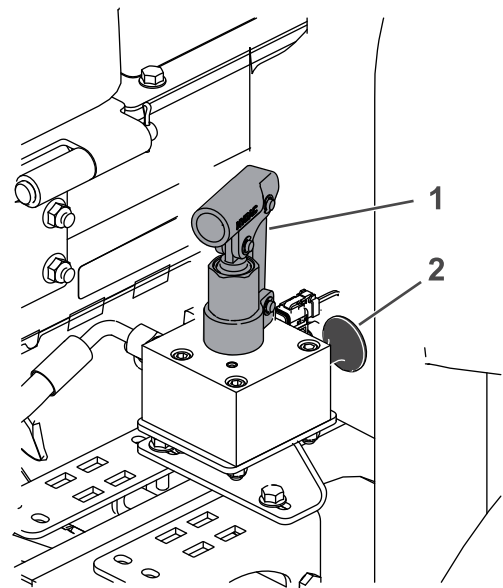

Figure 36
4. Localisez le collecteur de desserrage du frein près de la roue avant droite et derrière le réservoir de liquide hydraulique (Figure 36).